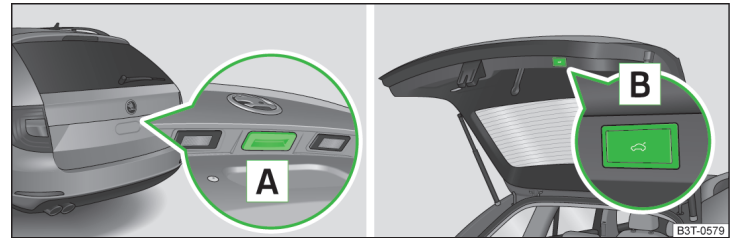

Fig. 41 Utilizarea clapetei
- Cu tasta din mânerul A de la partea exterioară a capotei » fig. 41.
- Cu tasta B de la partea interioară a capotei » fig. 41.
- Apăsați și mențineți apăsată tasta **B** » fig. 41 la pagina 59 pentru mai mult de 3 secunde.